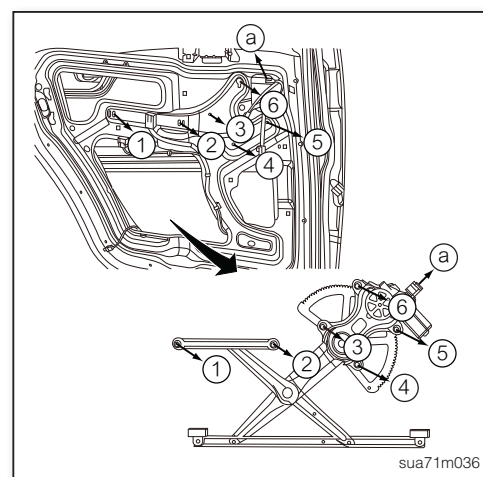

图6
7. 拆开左后车门玻璃调整器总成的线束接头a (如图6)。
8. 拆下左后车门玻璃调整器总成固定螺栓①~⑥ (如图6), 然后取出左后车门玻璃调整器总成。